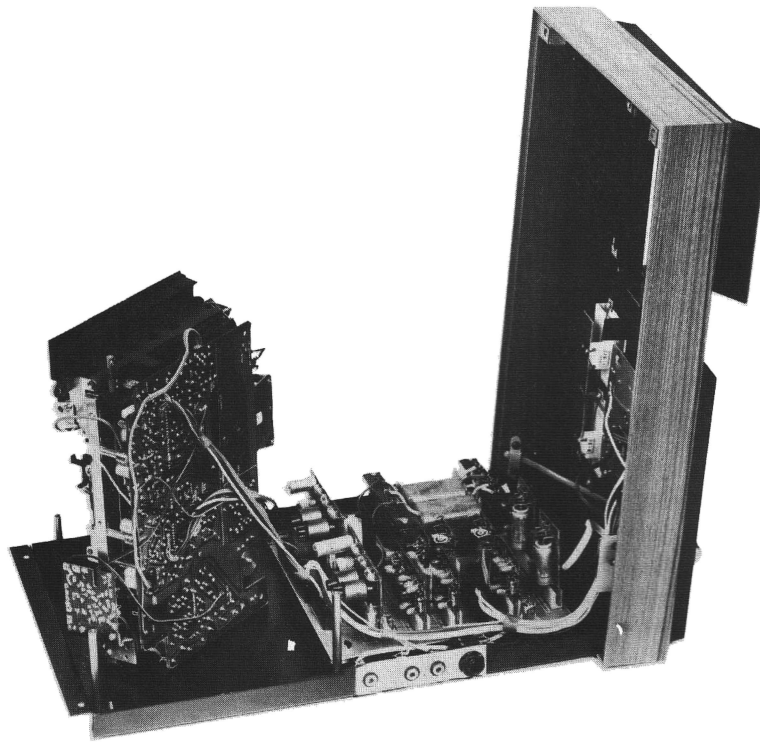

FIG. 5
3. Fatta tag i lådkanten och lyft upp överdelen, som kan ställas på kant delvis under underdelens fästfläns fig. 5.
Efter detta kan det mek. chassit med sitt kretskort lyftas upp och sättas ned på kant på apparatens bottenplåt. Apparaten är körklar även i detta läge, varför mätningar och dylikt kan företagas om alla kretskorten finns på sina platser. (Service läge se fig 5).